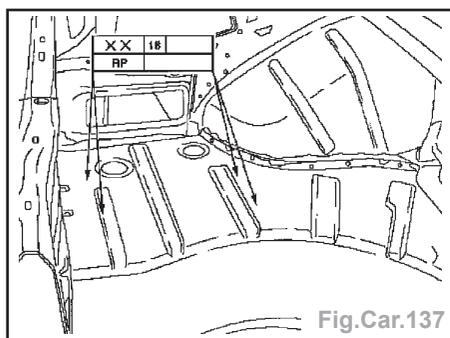

Fig.Car.137
- Souder le plancher (des deux côtés) (Fig.Car.137).